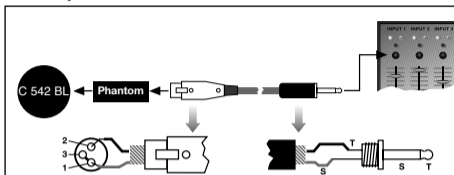

Fig. 2 : Connexion sur une entrée asymétrique
1. Voir Fig. 2. Pontez les contacts 1 et 3 de la fiche XLR et reliez-les au blindage du câble.